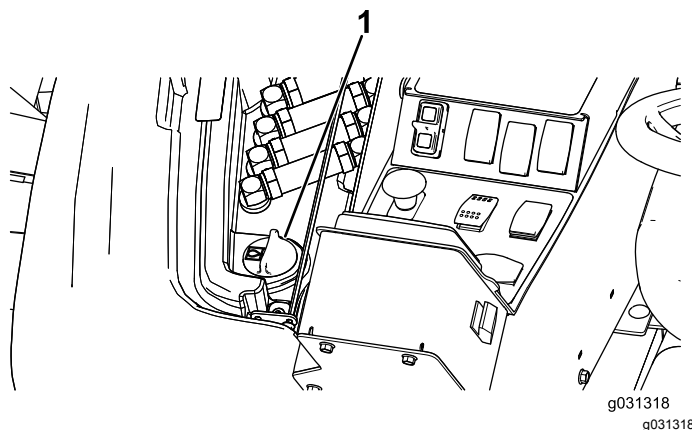

Figura 120
2. No lado direito da máquina, levante a cobertura de acesso para expor a tampa do depósito hidráulico (Figura 120).
3. Limpe a zona em redor do tubo de enchimento e da tampa do depósito hidráulico (Figura 120).